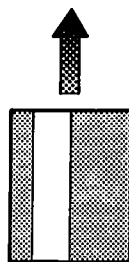

図12
5. もし図12のような場合、視野マスクとの間に気泡の側線が片側にだけ見えています、この線のない方が短い方の気泡と考えて下さい。